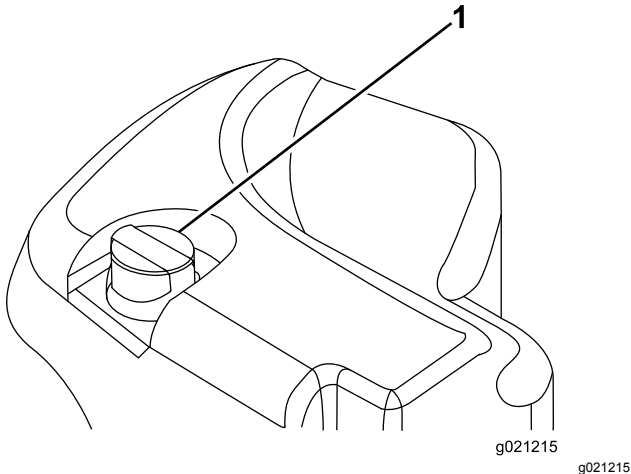

Figura 29
2. Limpe a zona em redor do tubo de enchimento e da tampa do depósito hidráulico (Figura 29). Retire a tampa do tubo de enchimento.